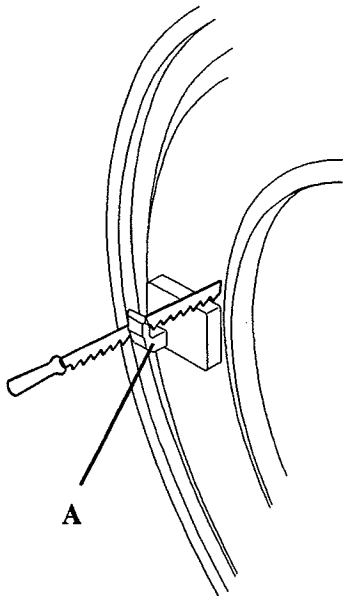

fig. 26
L models (fig. 26). Saw the lock part (A), located at front of machine. (As this part is made in thermo-plastic material, it can be easily sawed).
Modelos L (fig. 26). Serrar la pieza de cierre (A), montada en el frontal de la máquina. (Al ser una pieza de material termoplástico, se sierra con facilidad)
Modèles L (fig. 26). Scier la pièce de fermeture (A), montée au frontal de la machine. (Cette pièce est en matériel thermo-plastique, donc il est facile à scier.